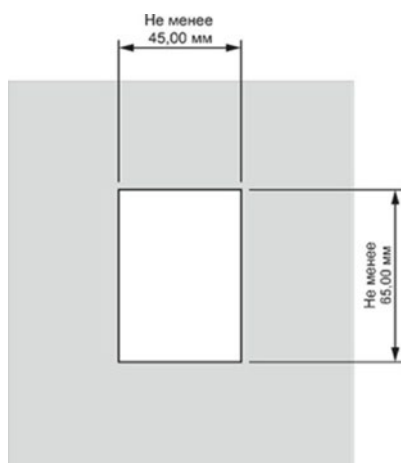

Рис.15
1. Выбрать удобное место установки панели на поверхности. Разметить место установки при помощи шаблона из комплекта (см. рис.15).
2. Подобрать подходящий инструмент для обработки материала поверхности, на которую будет установлена панель (пользуйтесь шаблоном для установки). Инструментом выбрать прямоугольное отверстие в материале (размер см. рис.15).
3. Инструментом выбрать прямоугольное отверстие в материале (см. рис.15).